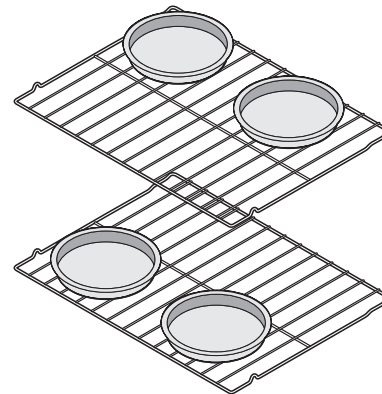

Figure 13: Suggestion de cuisson sur deux grilles de four
- Pour de meilleurs résultats lorsque vous faites cuire des gâteaux étagés à l'aide de deux grilles de four, placez le grille aux position 3 et 5 et placez les moules comme indiqué à la Figure 13.